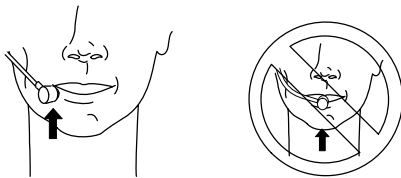

FIGURA 5. POSICION DEL MICROFONO DE AURICULARES
2. Sitúe el micrófono a la altura de la comisura de los labios, separado aproximadamente 1/2 pulg. Vea la Figura 5.